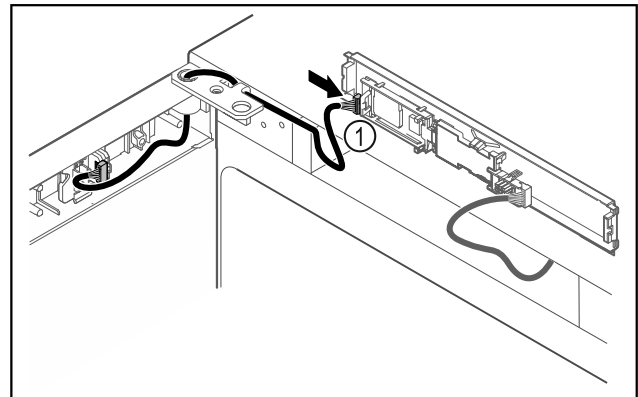

Fig. 43
- Stekker Fig. 43 (1) in printplaat steken.